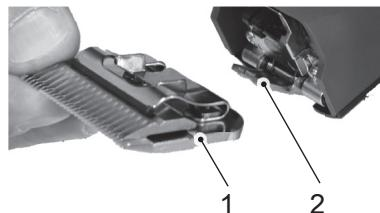

Fig. 8
6. Sätt klipphuvudet på svängarmen och vik den över den påslagna klippan med lätt tryck (fig. 8, 9, 10).